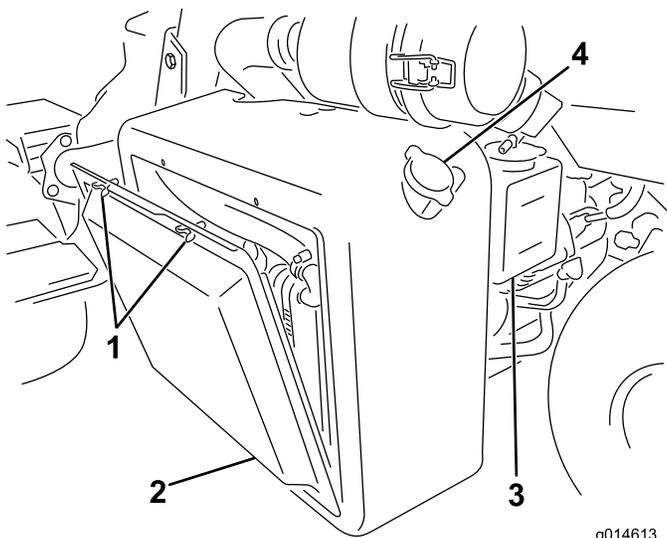
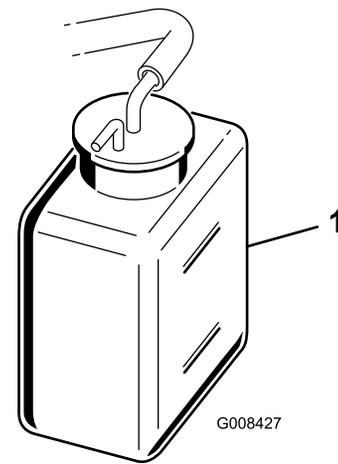

Figure 44
Figure 45
1. Retirez l'écran du radiateur (Figure 44).
2. Contrôlez le niveau de liquide de refroidissement (Figure 44 et Figure 45).